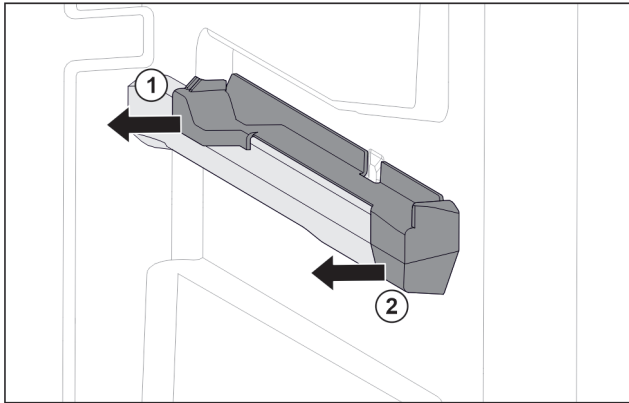

Fig. 73 Pieza de acoplamiento en la nervadura para recipientes derechos
- ▶ Retire la pieza de acoplamiento por detrás lateralmente. Fig. 73 (1)
- ▶ Retire la pieza de acoplamiento por delante lateralmente. Fig. 73 (2)